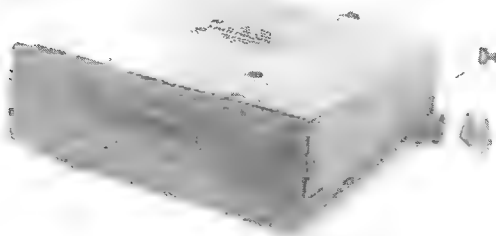
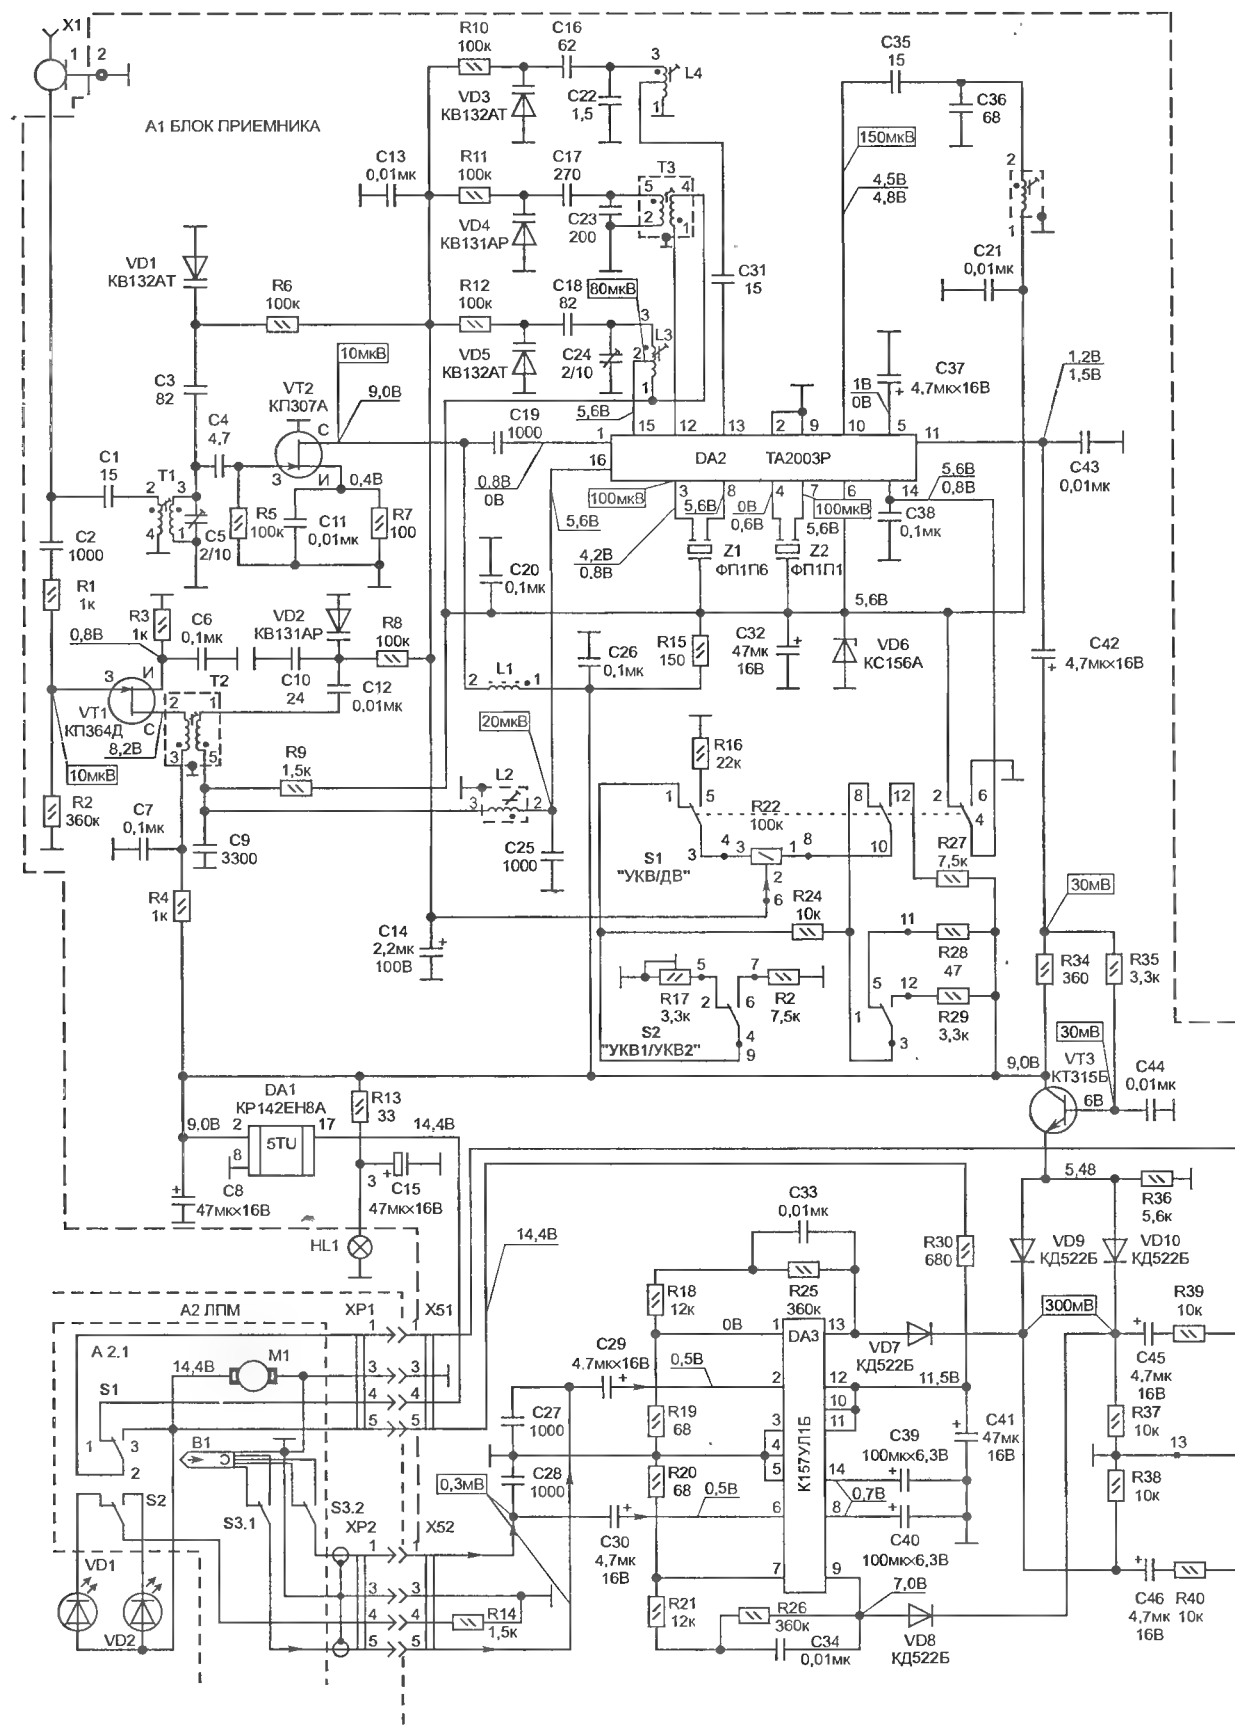

Рис. 1.3.1
Рис. 1.3.2
Внешний вид автомобильной магнитолы показан на рис. 1.3.1, а ее принципиальная схема — на рис. 1.3.2 (стр.16—17).
1. Значения постоянного напряжения, указанные на схеме (рис. 1.3.1) над чертой, соответствует УКВ-диапазону, под чертой — АМ-диапазону.
2. В прямоугольниках на схеме (см. рис.1.3.1) указаны амплитудные значения ВЧ- и НЧ-сигналов.